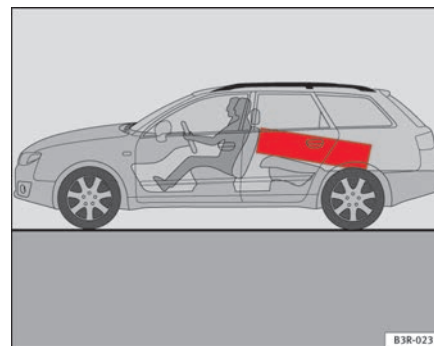

Fig. 116 Os objectos pesados devem ser transportados o mais à frente possível.
- Os objectos pesados devem transportar-se o mais à frente possível ⇒ página 148, fig. 116.